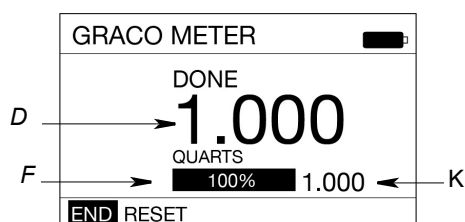

FIG. 33
5. Aparecerá la pantalla que se muestra en FIG. 33. Fíjese que aparece la palabra Hecho ("DONE") cerca de la parte superior de la pantalla para confirmar que se ha dispensado la cantidad de fluido solicitada en el PREAJUSTE. Ahora la barra de progreso (F) está llena del todo y muestra que se ha dispensado el 100% del fluido solicitado; el contador de fluido dispensado (D) ahora muestra 1,000, número que coincide con los parámetros elegidos en el PREAJUSTE (K).